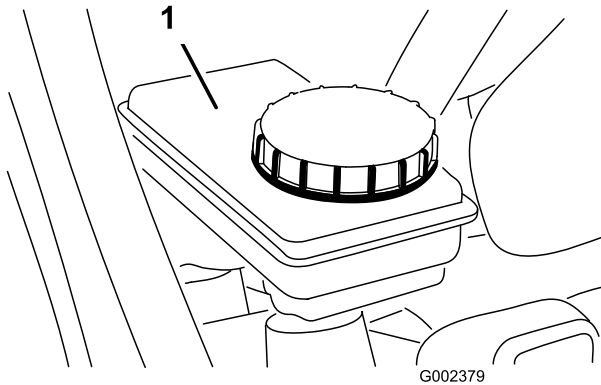

Figura 18
2. El nivel de líquido debe llegar a la línea Lleno del depósito (Figura 18).